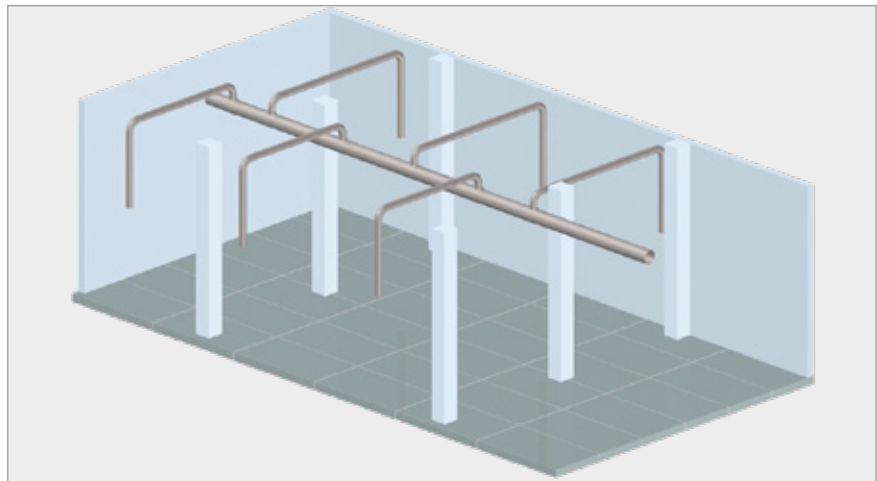

Abb. 1: Druckluft-Stichleitung
Abb. 1: Hauptbestandteile eines Druckluft-Verteilungssystems: Hauptleitung (1), Verteilerleitung (2), Anschlussleitung (3), Trockner (4), Wartungseinheit / Schlauch (5)
Das Installieren einer Stichleitung mit Abgängen zu den einzelnen Druckluftverbrauchern (**Abb. 1**) ist verhältnismäßig einfach. Die zu verlegende Rohrlänge ist zwar vergleichsweise gering, aber sie braucht ausreichend Transportkapazität für den gesamten Luftverbrauch.